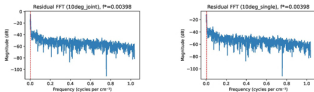
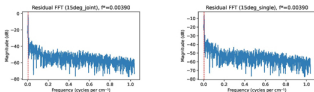

图 16 SiC 10° 联合拟合、单角拟合残差频谱图
图 17 SiC 15° 联合拟合、单角拟合残差频谱图
2. 频域残差分析 通过对残差进行快速傅里叶变换 (FFT), 从图 16和图 17中可以看出在干涉条纹主频 f^* 附近未出现显著峰值, 且相对主峰低至少 15 20 dB。残差频谱在高频区快速衰减, 未表现出周期性结构, 符合白噪声特征。联合拟合的残差谱幅度整体低于单角拟合, 进一步验证了模型拟合的充分性与可靠性。